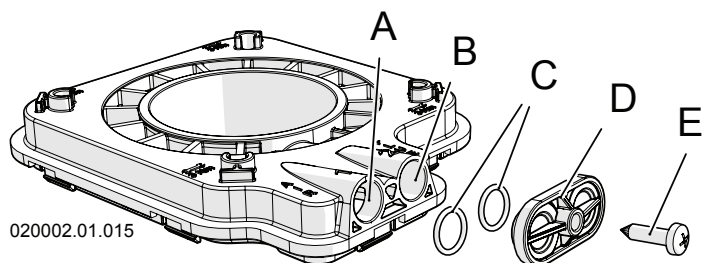

Figure 6-9 - Prises d'analyse de combustion
- 2.- Raccorder un analyseur de combustion dans la prise spécifique sur le raccord d'évacuation des fumées « B » sur les Figures 6-9 et 6-10;